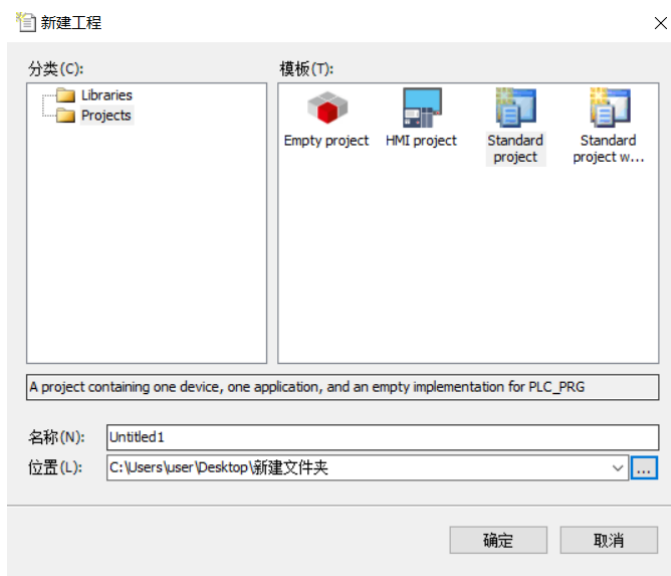

图 13-2 工程分类
2. 选择 standard project 【标准工程】，定义名称及存储路径以后点击【确定】，如图 13-2 所示。